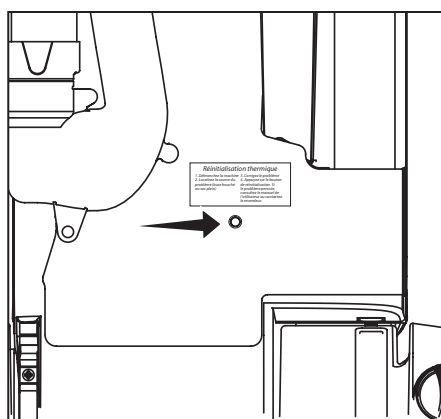

Fig. 1
- Localisez le bouton de réinitialisation de la protection thermique du moteur à l'arrière de l'aspirateur (Fig. 1). Appuyez sur le bouton et continuez d'aspirer.